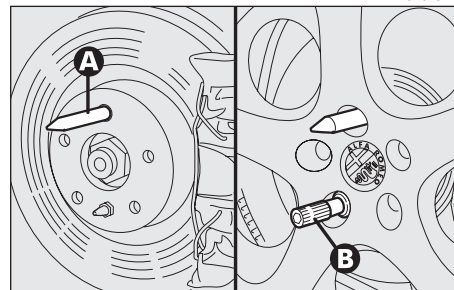

fig. 9
– Visser le pion de centrage (A-fig. 9) dans l'un des trous des boulons de fixation présents sur l'enjoliveur.
– Introduire la roue sur le pion et, en se servant de la clé fournie, visser les quatre boulons disponibles; l'embouchure des boulons est facilitée en utilisant la rallonge fournie (B).
– Dévisser le pion de centrage (A-fig. 9) et visser le dernier boulon de fixation.